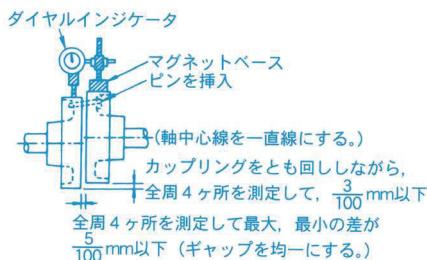
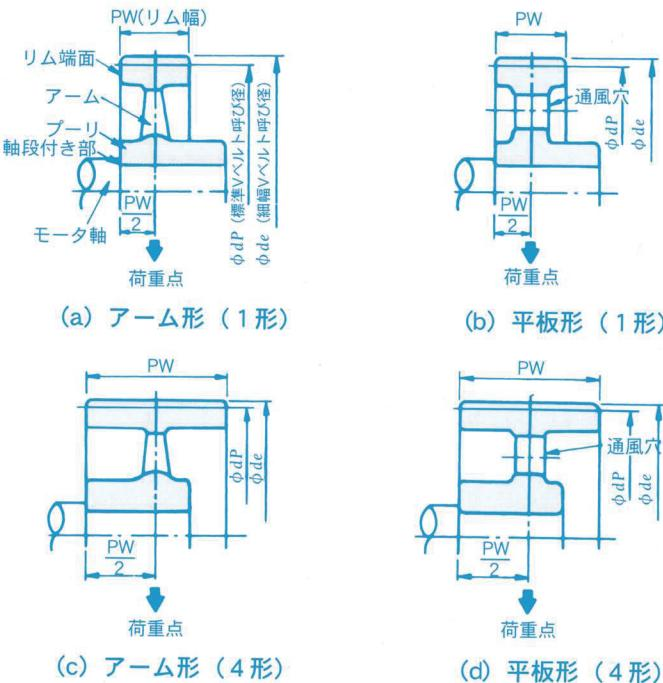

図2 カップリング直結
図3 モータ用Vプーリの取り付け
カップリング直結の場合は、図2に示す点にご注意ください。
- (1) モータ用Vプーリは、モータの通風冷却を妨げないようにするために、図3のようなアーム形を標準としています。従って、平板形を使用する場合は、図2のようにできるだけ大きな通風穴を開けてご使用ください。
- (2) モータにVプーリを取り付ける場合は、モータ軸段付き部及び軸受に加わる荷重を最小にするため、Vベルトの張力による軸の荷重点をできるだけモータ側にもってくる必要があります。従って、Vプーリのリム端面は、図3のように軸段付き部と同一面になるように取り付けてください。